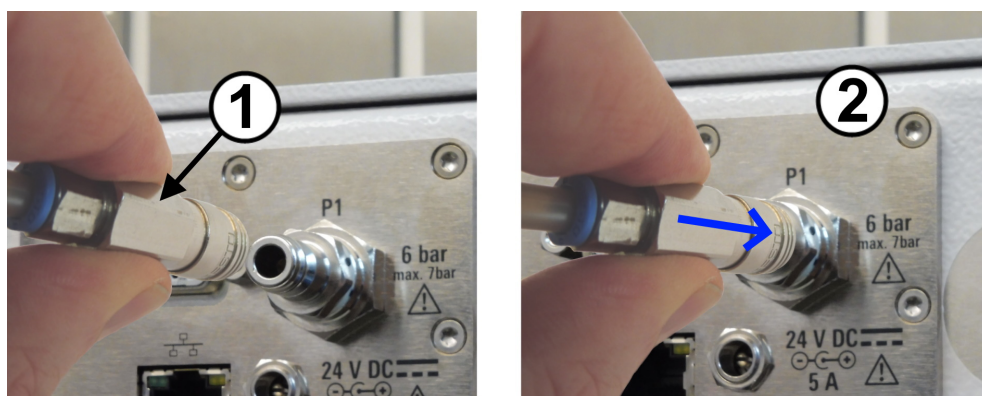

图 6-5: 连接压缩空气供给系统
握住适配器后端（请参阅图 6-5 中标号 1），并将其推入速接插头 (2)。